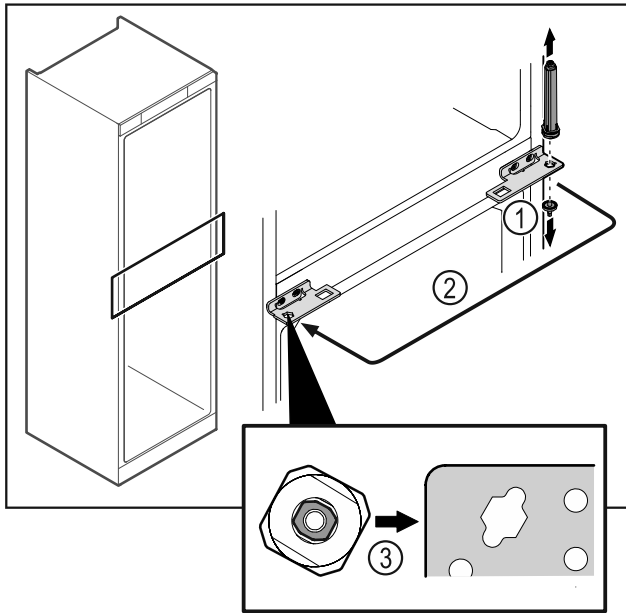

Fig. 49
- ▶ Scharnierbout Fig. 49 (1) losschroeven.
- ▶ Deursluitstelsysteem Fig. 49 (2) verplaatsen.
- ▶ Bij het gebruik de juiste uitlijning van het deursluitstelsysteem Fig. 49 (3) in acht nemen.